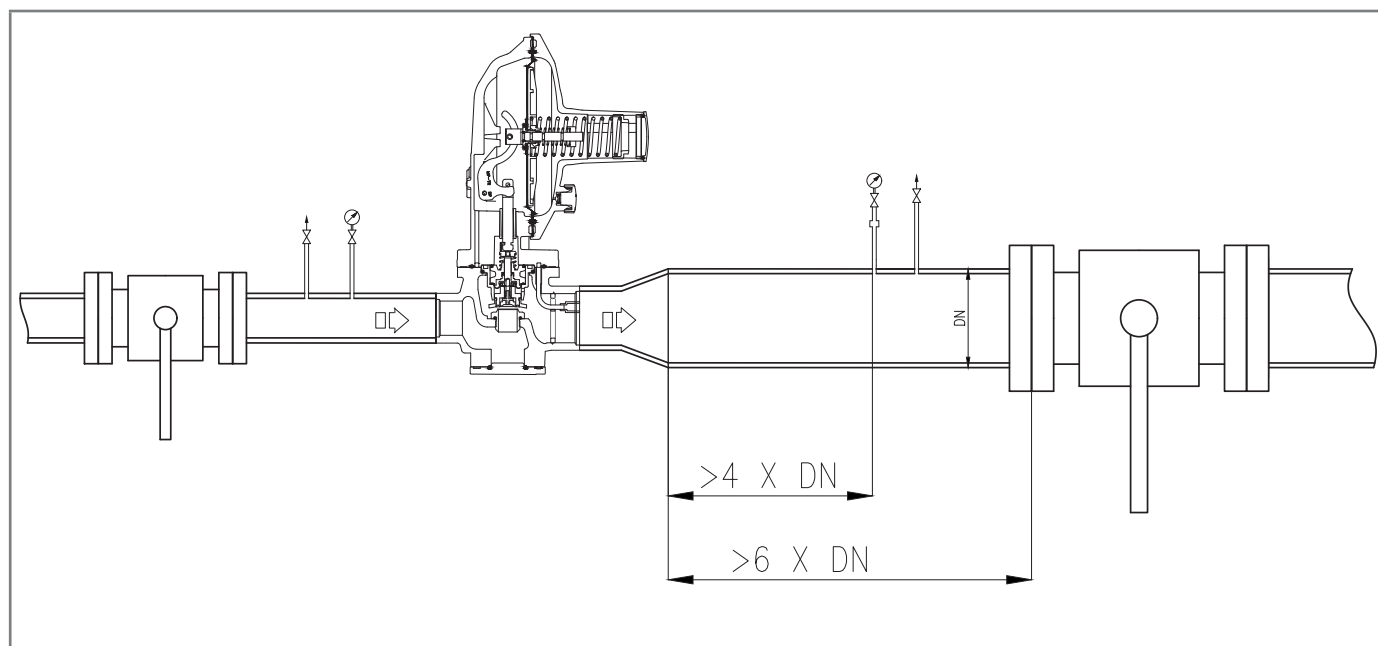
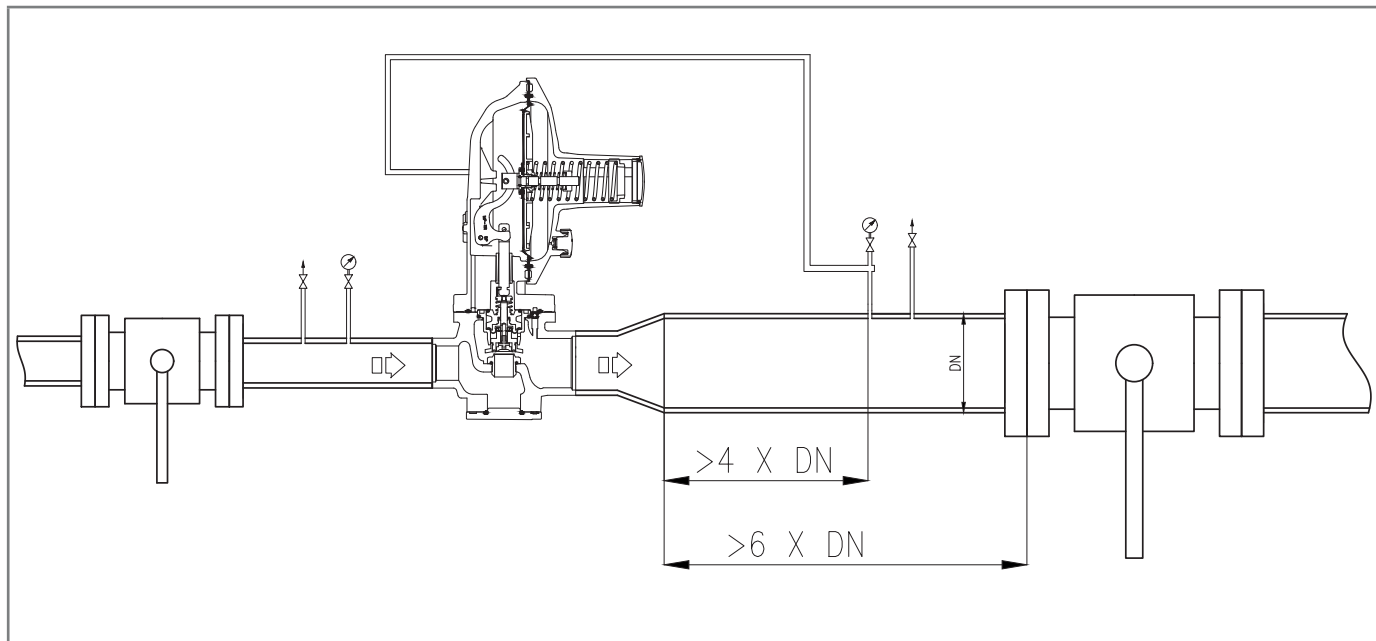

Fig. 6.13. Collegamento prese d'impulso alla tubazione di valle DIVAL 500
Fig. 6.14. Collegamento prese d'impulso alla tubazione di valle DIVAL 500 con funzione di monitor
Per l'apparecchiatura Dival 500 le prese d'impulso sono interne (Fig. 6.13), per il Dival 500 con funzione di monitor in linea le prese d'impulso sono esterne (Fig. 6.14).
- gli attacchi della connessione pneumatica siano sempre saldati sulla parte superiore o sull'asse orizzontale della tubazione stessa (fare riferimento a Fig. 6.13 e Fig. 6.14);